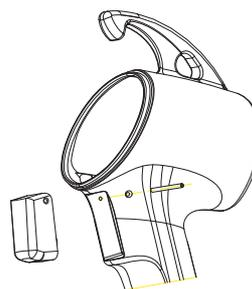

Figura 1
- Com o auxílio de um punção para cavilhas D: 1,5 mm, retirar a cavilha de fixação do gatilho à coronha (ver a figura 1)